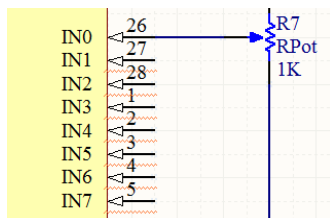

图 5-10 违规的输入引脚
(1) 打开本书电子资源“例 5-3 Compile_No_ERC”目录下的“Voltage_Meter_With_No_ERC.PrjPCB”工程。
(2) 编译该工程，会发现有七处类型相同的违规，对应 ADC0809FN 的 IN1~IN7 引脚，如图 5-10 所示。违规信息显示这七个输入引脚没有输入信号，但是在本电路中，这七个输入引脚实际上并不需要连接输入信号。
(3) 执行菜单命令 Place » Directives » No ERC，光标上会附着红色的“x”符号，移动光标到元件 ADC0809FN 的引脚 IN1 上，单击左键即可放置该 No ERC 指示符。继续在 ADC0809FN 的 IN2~IN7 引脚上都放置 No ERC 指示符，这样编译器就不会对这七个引脚进行电气规则检查了。再次对工程进行编译，系统不再报错。
(1) 打开本书电子资源“例 5-4_Compile_Mask”目录下的“Voltage_Meter_with_Compile_Mask.PrjPCB”工程。
(2) 编译该工程，会发现有七处类型相同的违规，对应 ADC0809FN 的 IN1~IN7 引脚，如图 5-10 所示。但是在本电路中，这七个输入引脚不需要连接输入信号。